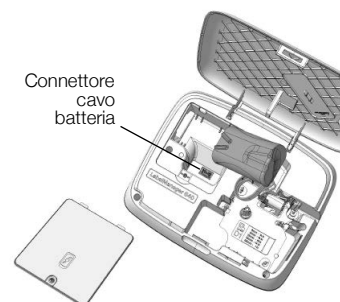

Figura 2
- 3 Scollegare il cavo della batteria dal connettore. Vedere Figura 2.
- 5 Inserire la nuova batteria come mostrato, collegando il cavo al connettore. Vedere Figura 2.